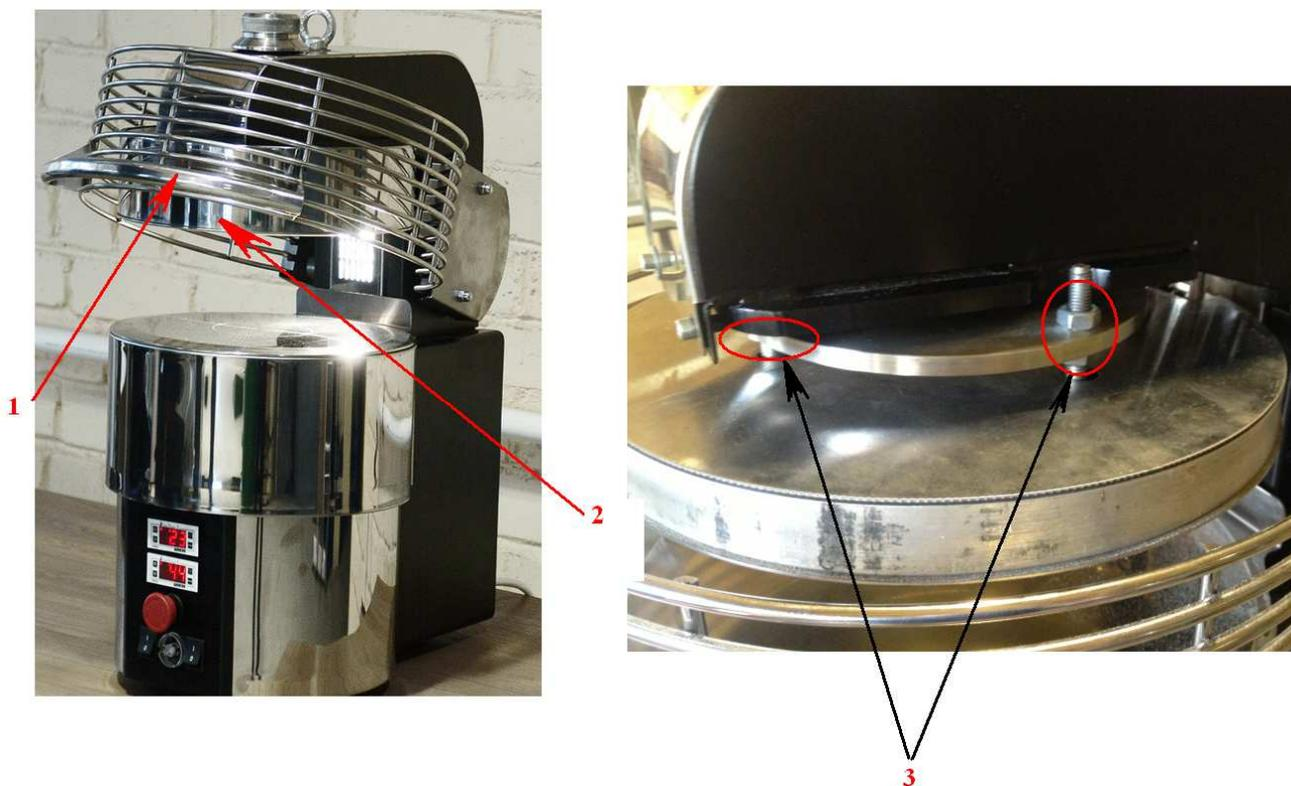

Рисунок 5
*Для регулировки параллельности рабочих поверхностей необходимо (рисунок 5):*
- опустить до упора вниз защитную решетку (1);*
- снять верхний защитный кожух (2), аккуратно потянув его вверх;*
- с помощью регулировочных гаек (3) настроить необходимое положение рабочей поверхности.*